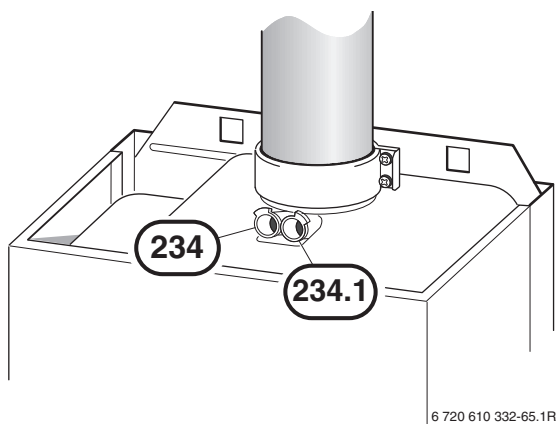

Рисунок 50
- ▶ Вынуть затычку из патрубка точки замера необходимого для горения воздуха (234.1, рис. 50).
- ▶ Вынуть затычку из патрубка точки замера дымовых газов (234, рис.50).